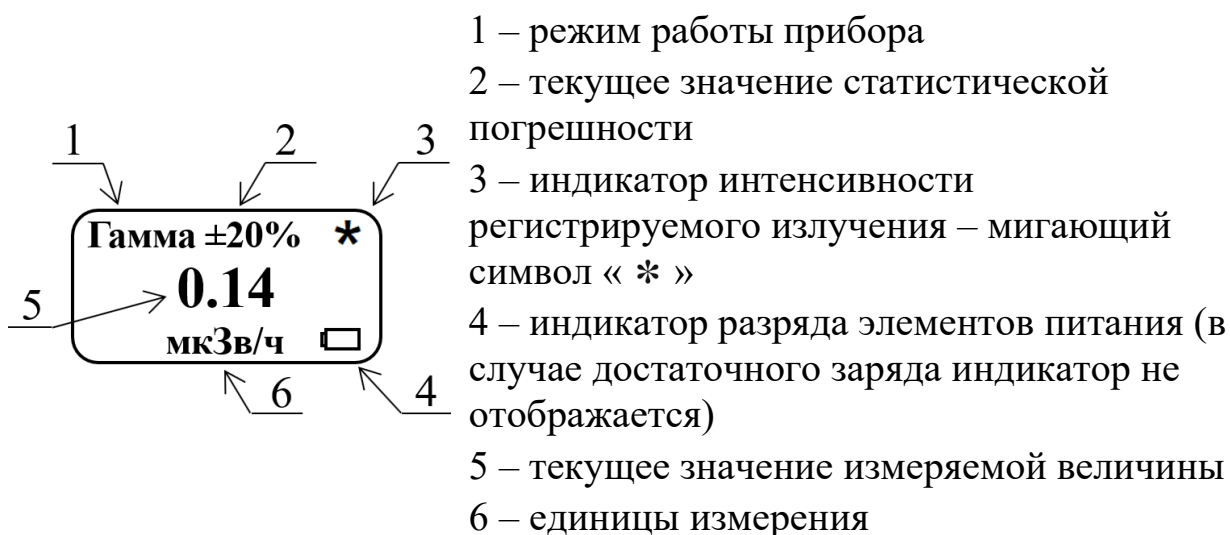

Рисунок 3
3.6 Индикация интенсивности излучения – мигающий символ «*» (поз. 3 на рис. 3) в верхней части дисплея. Каждый акт регистрации детектором единичного гамма-кванта (альфа- или бета-частицы) сопровождается кратковременным (менее 0,5 с) отображением символа «*». По изменению частоты следования этого сигнала можно проводить оперативный поиск и обнаружение участков радиоактивного загрязнения.
3.10 Индикация разряда элемента питания – на дисплее в правом верхнем углу появляется символ в виде цилиндрического элемента питания (поз. 4 на рис. 3).